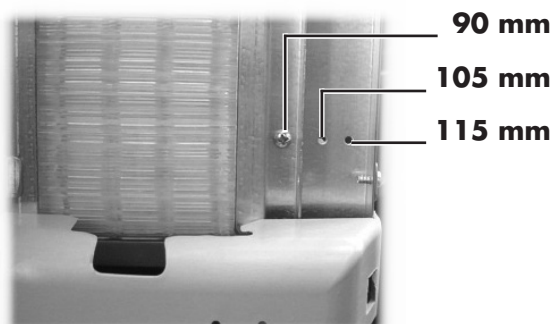

Abb. 26
- Die Rührstäbchenführung in die Öffnung (Abb. 26) verschieben, die der gewünschten Größe entspricht, und die beiden Schrauben wieder anschrauben.